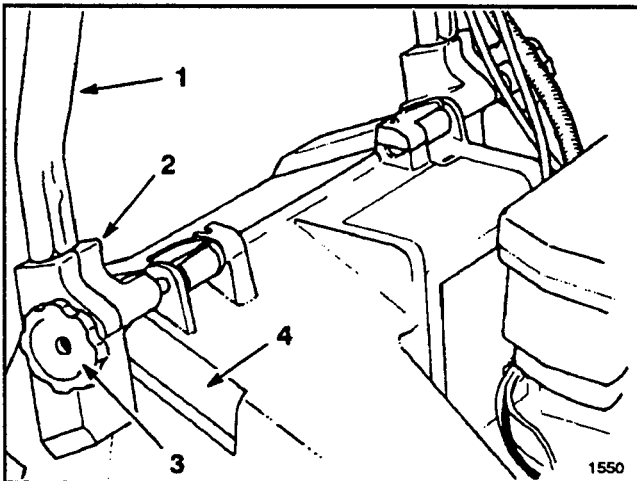
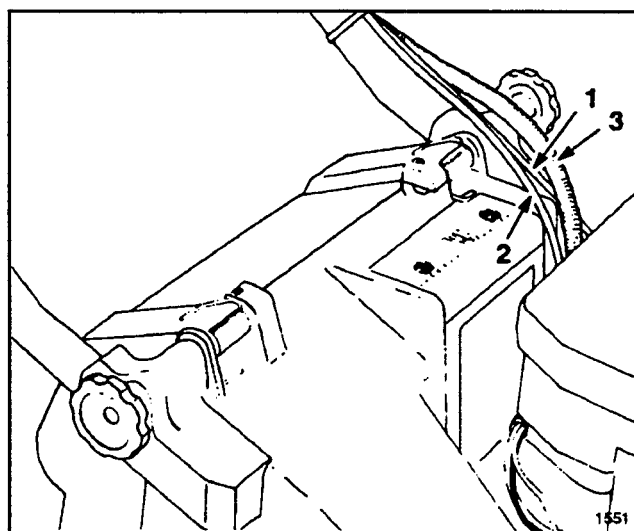

Abbildung 1
Abbildung 2
1. MONTAGE—Drehknöpfe auf der Gestängehalterung lockern (Abb. 1).
3. Die Enden der Griffstange in die Löcher der Gestängehalterung schieben bis sie sicher gehalten werden (Abb. 1). Sicherstellen, daß die Gaszug-, das Elektrostart- (Startschlüssel-Modell) und das Antriebskabel an der Gestängehalterung links oben sind (Abb. 2).
4. Den Griff und die Gestängehalterungen nach hinten schwenken bis die Rastlinken sicher in den Gehäusekasten gehalten werden (Abb. 2).